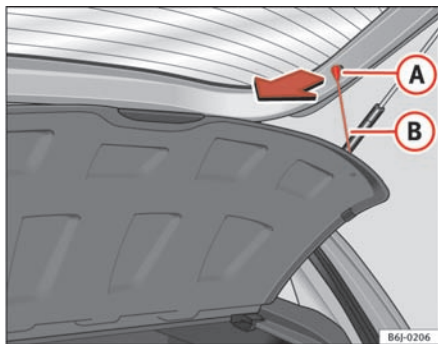

Fig. 90 Bagagerumsafdækning
- Hægt støtterne ⇒ fig. 90 (B) af holderne (A).